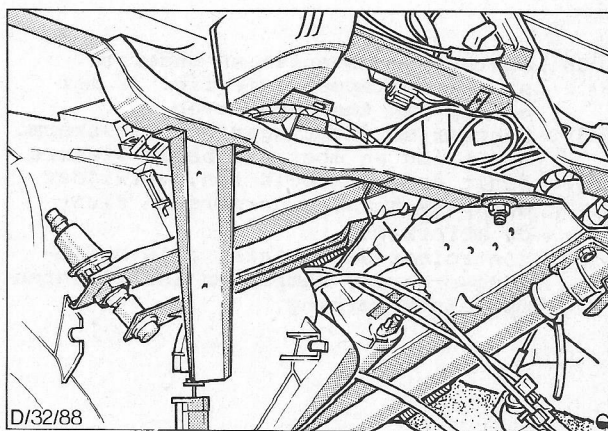

Fig. 29. Wissermotor en verbindingen in de auto aanbrengen
20. Plaats de wissermotor en de verbindingen in de auto. Zie fig. 29. Bevestig met de schroef.